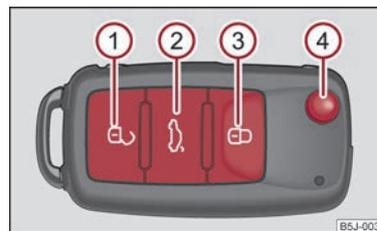

Fig. 16 Chiave a distanza
- Premere il tasto **1** ⇒ fig. 16 per circa 1 secondo.